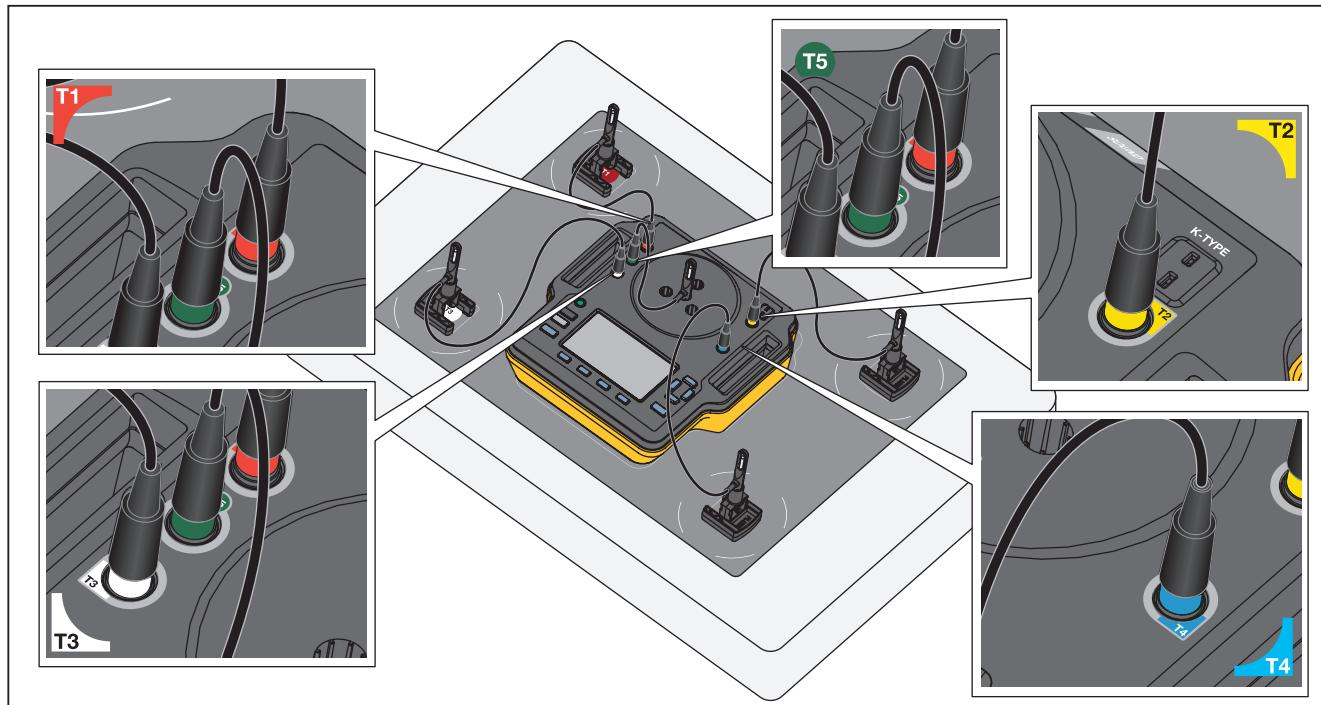

图 7. 温度探头连接
- 为确保分析仪使用正确的校准系数，务必将温度探头或测温计连接至正确颜色编码的插孔。参见图 7。